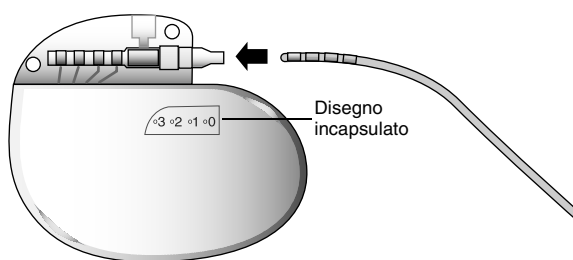

Figura 2. Inserire completamente l'elettrocattetero nel blocco connettore del neurostimolatore Modello 3058.
3. Verificare che l'elettrocattetero disponga di quattro elettrodi disposti nel modo illustrato nel disegno incapsulato presente sul neurostimolatore (Figura 2).
4. Inserire l'elettrocattetero nel blocco connettore del neurostimolatore fino a posizionarlo completamente (Figura 2).